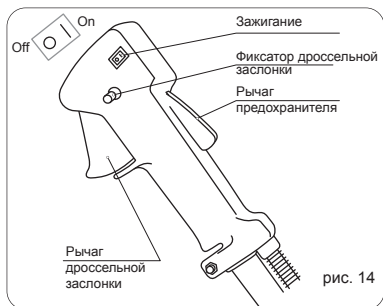

рис. 14
«On» (Рис.14).
- Плавно нажмите на рычаг дроссельной заслонки, доведите двигатель до максимальных оборотов и приступайте к работе (Рис. 14). Кошение производите крепко держа триммер обеими руками за рукоятки.